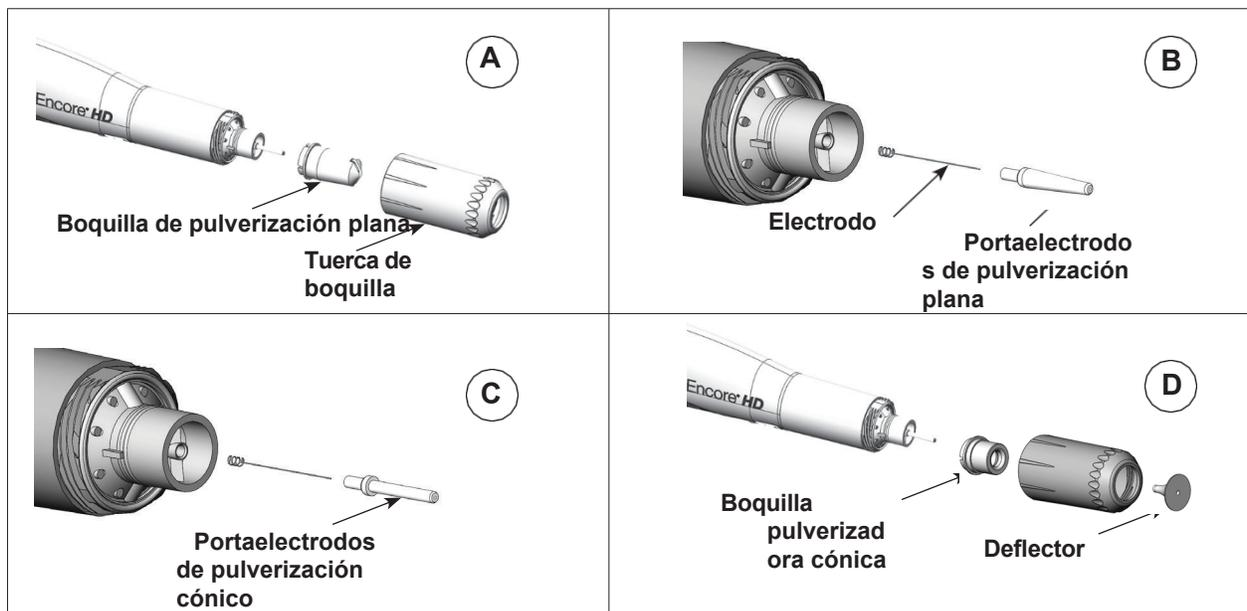

Figura 7 Conversión de una boquilla de pulverización plana a una boquilla de pulverización cónica
2. Convierta el portaelectrodos y la boquilla. Véase la figura 7.